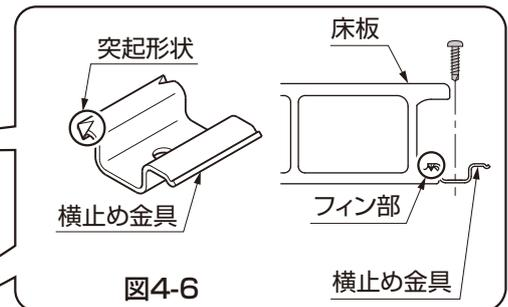

図4-6
- 横止め金具は突起形状のある側を床板のフィン部に取付けてください。（図4-6参照）
- ②床板をスライドさせながら、横止め金具に挿入してください。
- ③端部の床板を大引に床板取付け金具（端部用）と【8-1】で取付けてください。